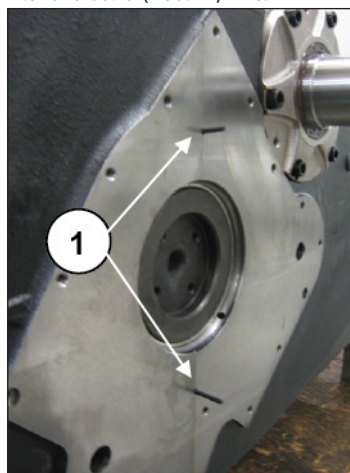

Рис. 113
Выступающая часть уплотнительных колец OR должна составлять 2 мм (поз. ①, Рис. 113).